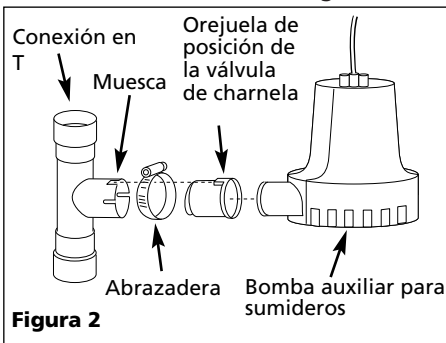
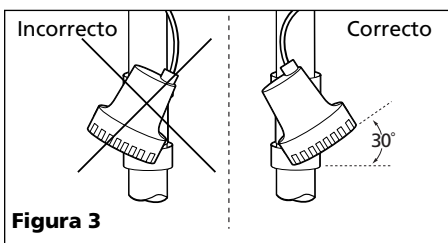

Figura 2
Figura 3
- Inserte la válvula de charnela en la conexión en T. Asegúrese de que la orejuela esté en la muesca en la conexión en T (véase la Figura 2).
- Inserte la bomba en la válvula de charnela, vire la bomba 30°. Una vez que la haya virado, el cordón eléctrico debe estar hacia arriba (vea la Figura 3). Apriete la abrazadera para asegurar la bomba y la válvula de charnela (vea la Figura 2).
La bomba debe colocarse tal como se muestra en la Figura 3 para evitar que el aire permanezca.